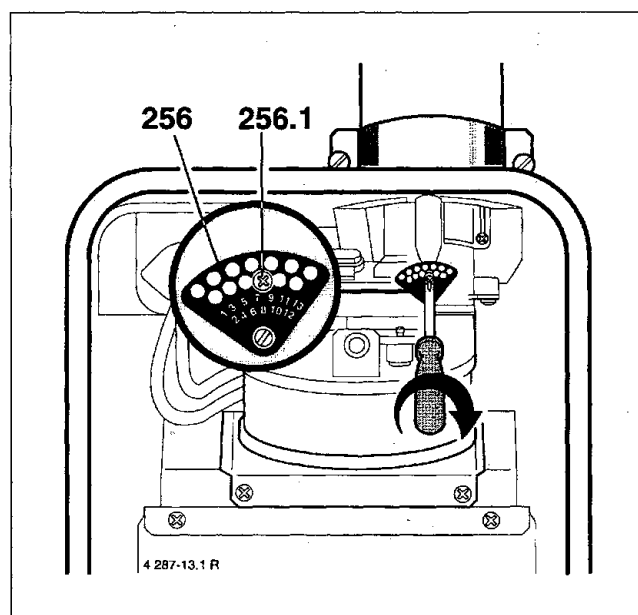

Bild 13
- Die verstellbare Drosselblende (256) mit der Schraube (256.1) wieder sichern (Bild 13).